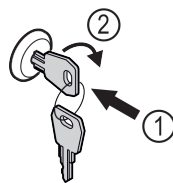

Fig. 131 Примерно изображение
- ▶ Пъхнете ключа Fig. 131 (1).
- ▶ Завъртете го на 90° по посока на часовниковата стрелка Fig. 131 (2).